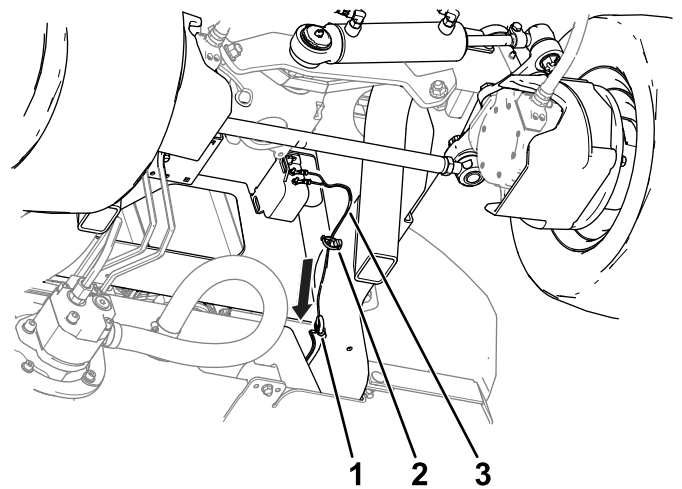

Figur 3
3. Bruk de eksisterende boltene og mutterne fra panserstøttebraketten for å feste monteringsbraketten til rammen for trekkenheten (Figur 3).